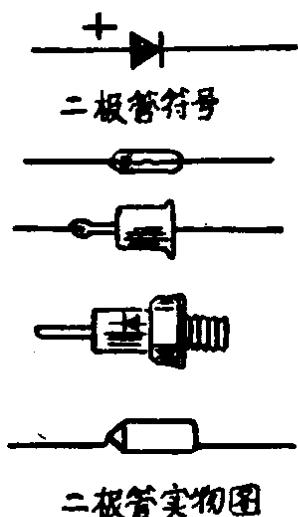

图 1-8 晶体二极管的实物图与符号图
2. 二极管的种类，外形及使用：把我们上面讲的 PN 结密封起来，外面焊出两根引线，一根接 P 型半导体，叫作正极，另一根接 N 型半导体，叫作负极。常用的晶体二极管有点接触型和面接触型两种。点接触型二极管多用作半导体收音机中的检波和小电流整流电路中，面接触型二极管一般常用来作整流，图 1-8 为晶体二极管的外形和表示符号。